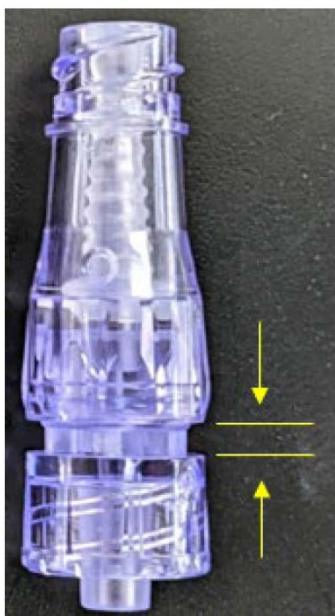

Figura 1
Il fabbricante, con comunicazione datata 15.08.22, ha evidenziato un potenziale difetto di fabbricazione all'interno di alcuni lotti specifici di MicroClave™ Clear, che potrebbe causare uno spazio vuoto visibile tra gli alloggiamenti superiore e inferiore del connettore stesso (Figura 1).
4. Interrompere immediatamente l'uso e la distribuzione dei prodotti interessati fino ad avvenuta fornitura da parte di Mediberg S.r.l. di componenti sostitutivi, da utilizzarsi in caso l'operatore riscontri un assemblaggio incompleto (Figura 1).
- 2) Se si sceglie di utilizzare i numeri di lotto MicroClave Clear elencati nella Tabella 1, è possibile utilizzare le fotografie sopra per identificare le unità con uno spazio vuoto visibile. Ispezionare il MicroClave prima dell'uso e se è presente uno spazio vuoto come mostrato in Figura 1, non utilizzare il prodotto.